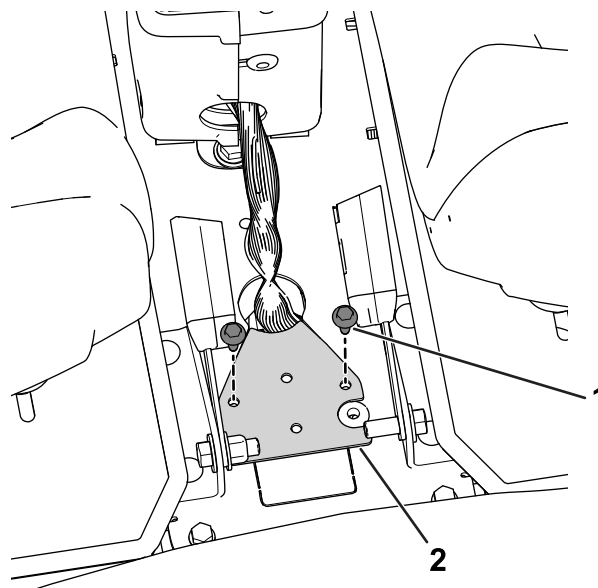

Figura 29
- Retire a base da cablagem da consola desapertando e retirando os parafusos da base da cablagem (Figura 29).